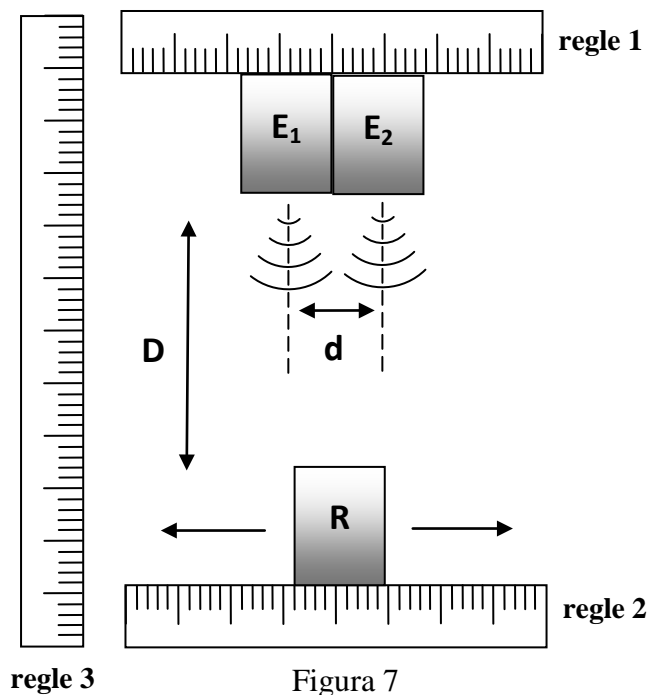

Figura 7
2. Poseu E1 i E2 tal com s'indica a la figura 7, de manera que estiguin situats simètricament respecte la divisió  $x = 15$  cm, les seves bases toquin el regle 1 i contactin entre elles. Com es pot observar la distància entre els dos emissors és la longitud  $d$  que heu mesurat anteriorment.